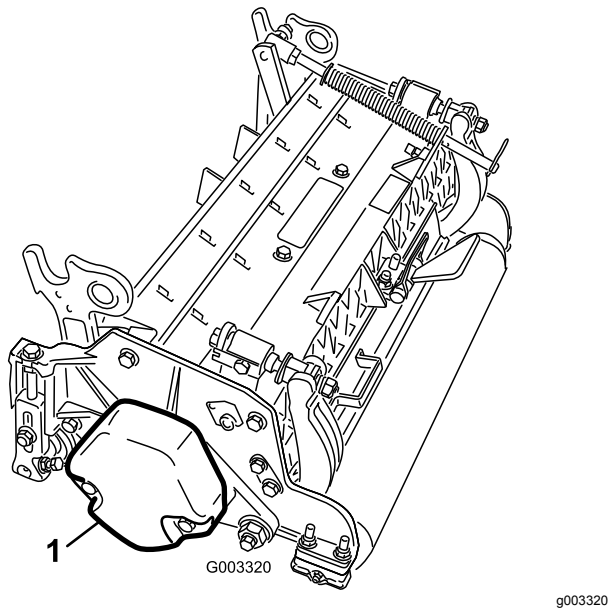

Figure 10
**Remarque:** Déposez le contrepoids (Figure 10).